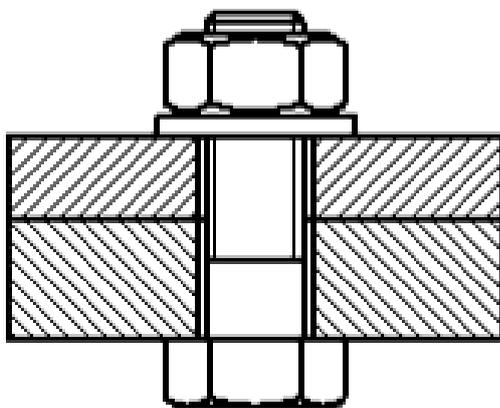

Рис. 100. Завершение выполнения разреза
13. После настройки всех опций нажмите кнопку «OK» для создания вида (рис. 100).